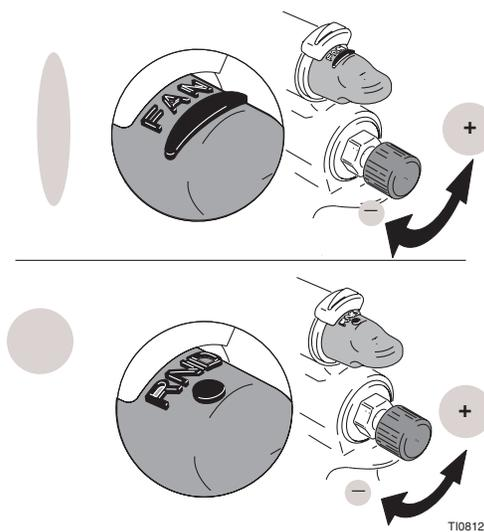

Рис. 8
Примечание: Снижение расхода жидкости или поворот ручки-регулятора воздуха в положение RND приводит к уменьшению ширины распыления. Использование **воздушного наконечника 244227** позволит создавать более широкую форму, повышая производительность. Рис. 8.
- При первом наложении краски начинайте распыление с клапаном жидкости и максимальным количеством воздуха и ручкой-регулятором, установленной в положение формы распыления FAN. Затем отрегулируйте по необходимости. См. Рис. 8 для регулировки размера пятна распыления.